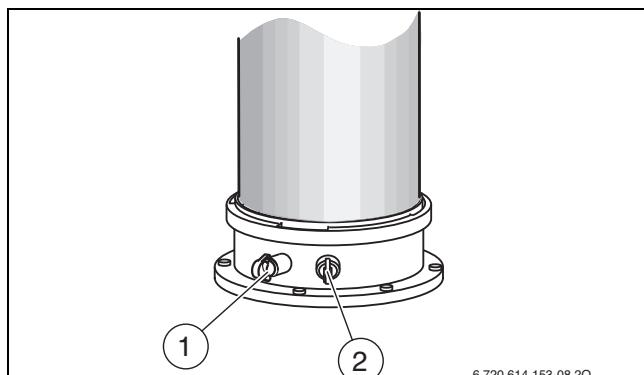

Fig. 49 Orificiul de măsurare a gazelor arse și orificiul de măsurare a aerului de ardere
- ▶ Îndepărtați dopurile de la orificiul de măsurare a gazelor arse [1] (→ Fig. 49).